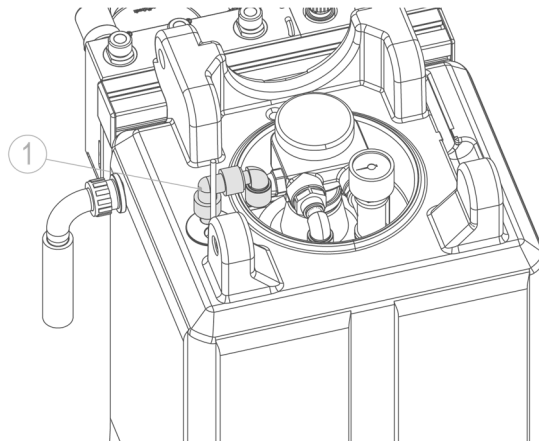

Abb. E-1: Permeatleitung AVRO TS
Permeatleitung vom Vorlagetank (siehe Abb. E-1, E-2 Pos. 1) demonstrieren und mit separatem Schlauch zum Kanal führen.
- Permeatleitung an Vorlagetank wieder montieren (siehe Abb. E-1).